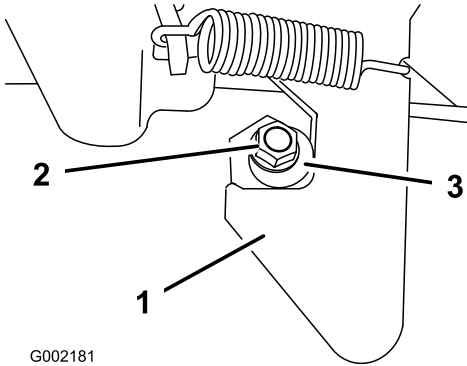

Bild 71
1. Lösen Sie die Sicherungsmutter am Ende der Riegelstrebe (Bild 71).
2. Drehen Sie die Riegelstrebe nach rechts, bis sie bündig mit dem Hakenteil des Riegels ist (Bild 71).